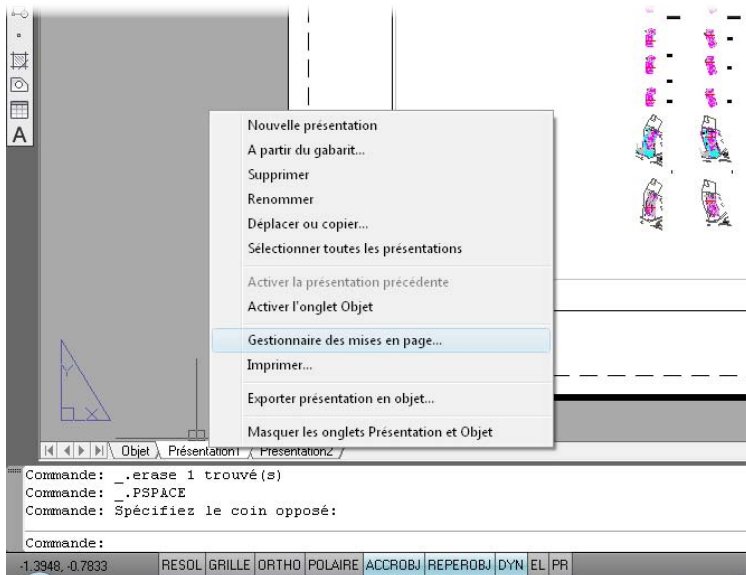

Figure 6.3
3. Cliquez du bouton droit sur l'onglet Présentation et choisissez l'option Gestionnaire des mises en page (voir Figure 6.3).